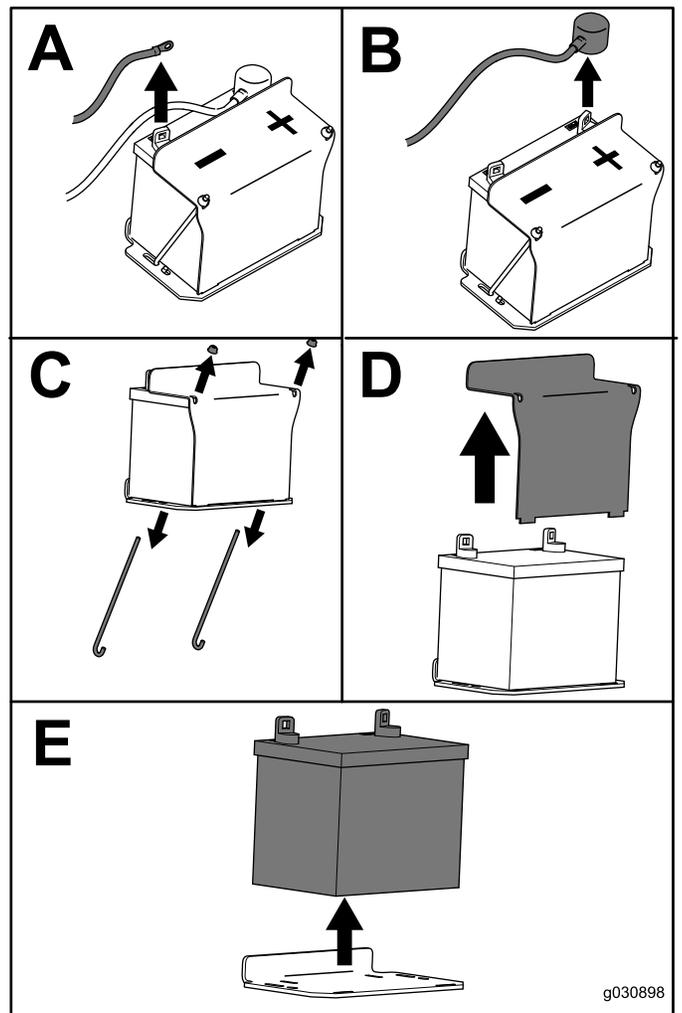

Рисунок 54
3. Снимите аккумулятор, как показано на Рисунок 54.